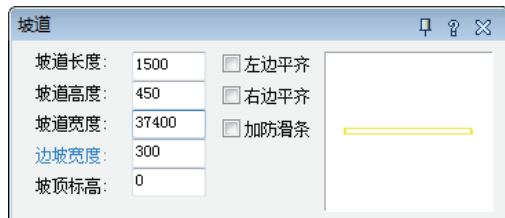

图 14-28 “坡道”对话框
4) 绘制坡道。调用“坡道”命令，在弹出的“坡道”对话框中设置参数，结果如图 14-28 所示。